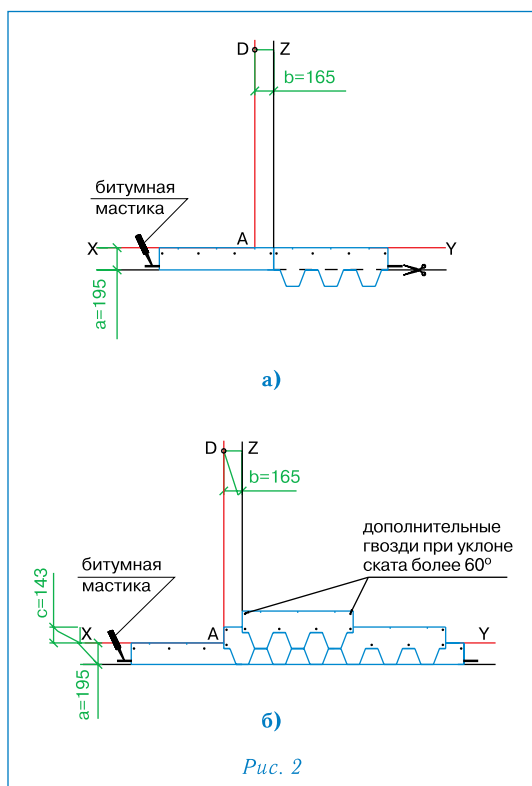

Рис. 2
Укладка материала (рис. 2)
- Начальный ряд формируется из листов черепицы ВЕСТ с обрезанными лепестками. Полученные таким образом полосы шириной 19,5 см укладываются по линии карниза в обе стороны от линии Z (рис. 2а) и фиксируются по нижнему краю битумной мастикой, а по верхней кромке 4 гвоздями (ось гвоздей на 5 см ниже верхнего края полосы);
- далее первый ряд черепицы укладывается от линии AD (рис. 2б);
- второй ряд укладывается от линии Z (со смещением 16,5 см от AD) (рис. 2б);
Каждый лист гибкой черепицы ВЕСТ крепится 4 гвоздями таким образом, чтобы гвоздь прошивал и верхний край низлежащего листа черепицы (рис. 2б).